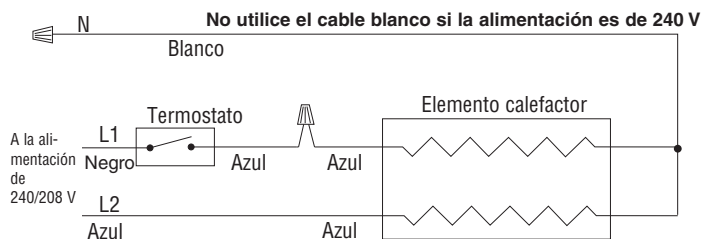
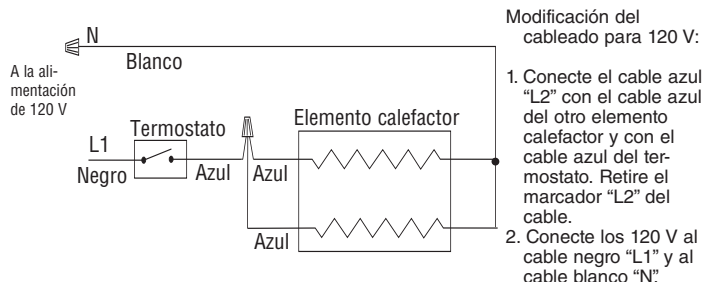

Figura 3: Cableado en fábrica para alimentación con 240/208 V
Figura 4: Modificación del cableado para alimentación de 120 voltios
3. Si el voltaje de alimentación es de 208 a 240 voltios, conecte los cables de alimentación al cableado interno del calefactor de acuerdo con el diagrama de la figura 3. **NO** utilice el cable blanco marcado con "N" si el voltaje es de 208 a 240 voltios.
4. Si el voltaje de alimentación es de 120 voltios, deberá modificar el cableado del calefactor ilustrado en la figura 3. Para ello, conecte el cable azul "L2" del elemento calefactor inferior con el cable azul del elemento calefactor superior y con el cable azul del termostato. Retire el marcador "L2" del cable. Conecte los 120 voltios al cable negro "L1" y al cable blanco "N" (vea la figura 4).